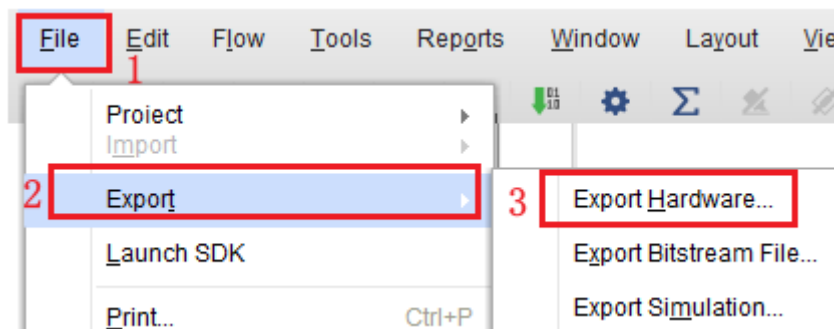

图 1-7 导出 bit 文件
1. 编译工程，然后依次点击 File->Export->Export Hardware，导出 bit 文件，如下图 1-7 所示。